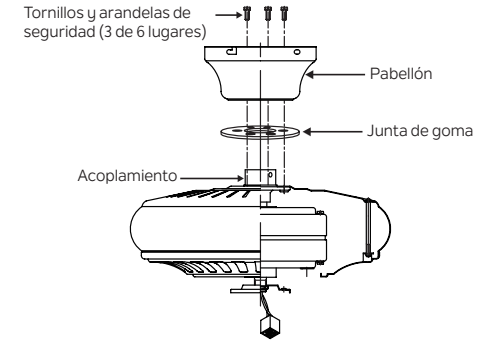

Fig. 9
**Paso 1.** Retire tres de los seis tornillos y arandelas de seguridad (cada uno) del collar en la parte superior del conjunto del motor. Coloque el dosel del ventilador de techo y la junta de goma sobre el collar y alinee los orificios de montaje con los orificios del collar. Fije el dosel con la junta de goma y los tres tornillos y arandelas de seguridad que retiró anteriormente. (Fig. 9)